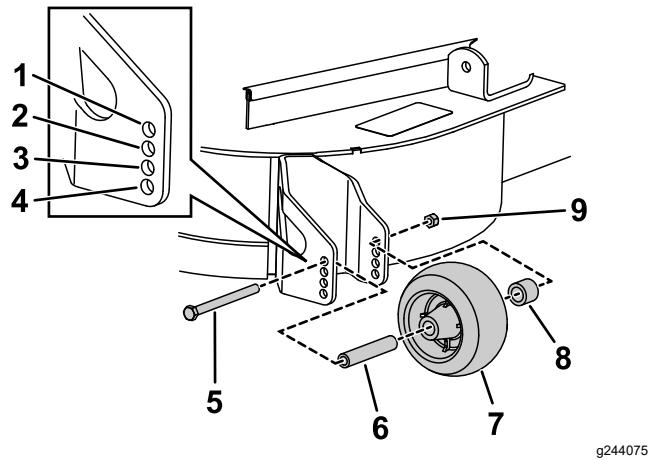

图 13
1. 在调节剪草高度后应通过卸下凸缘螺母、衬套、隔片和螺栓来调节滚筒 图 13。
3. 安装凸缘螺母、衬套、隔片和螺栓。上紧扭矩至 5461 N·m>图 13。